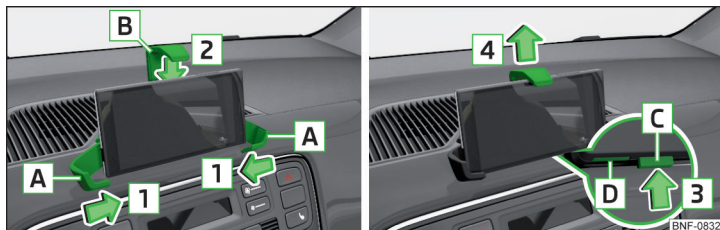

Bild 77 Sätta i telefonen/ta ut telefonen
- Sätt i telefonen mellan armarna **A**, skjut dem i pilens riktning **1** och fixera därmed telefonen » bild 77.
- Tryck knappen **C** i pilriktningen **3**, armen **B** förflyttas till utgångsläget i pilriktningen **4** » bild 77.